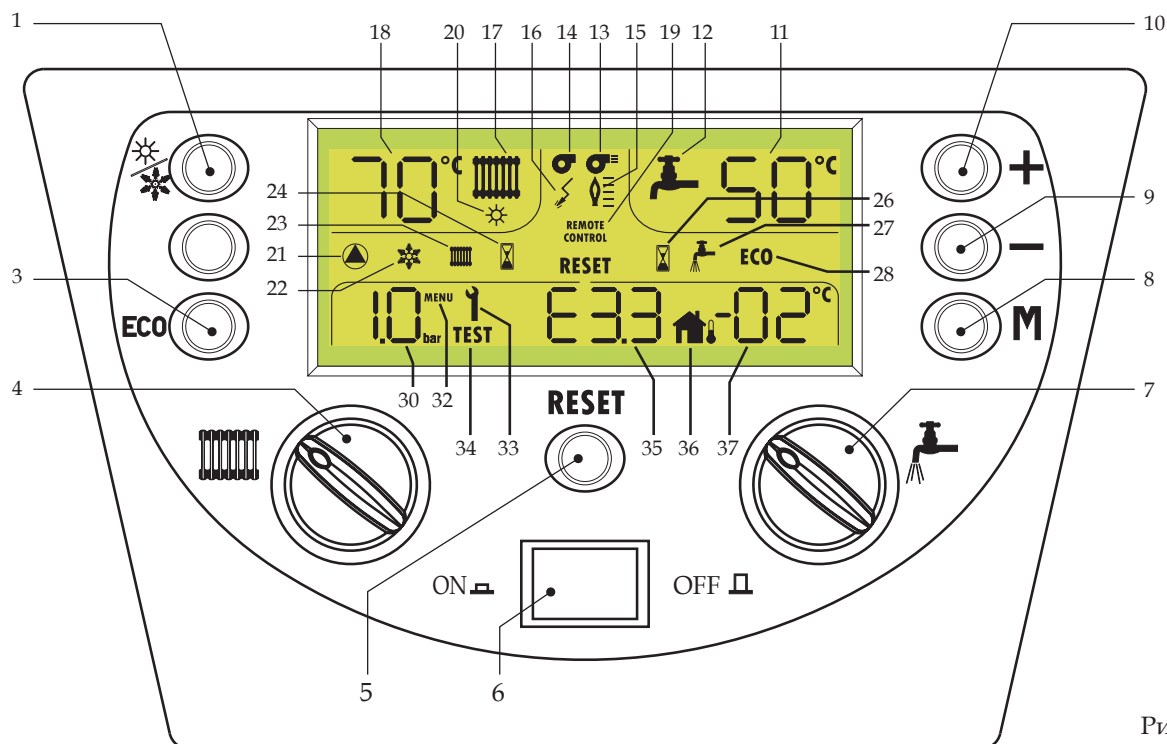

Рис. 1
В комфортном режиме котел греет воду до температуры, заданной ручкой 7, в экономичном режиме нагрев накопительного бойлера исключается, и котел работает только на нужды отопления. Для включения/отключения режима COMFORT достаточно нажать клавишу 3 (ECO - 3 рис. 1). Когда включен режим Комфорт, надпись ECO исчезает с дисплея.
Клавиша ПЕРЕЗАПУСК служит для возобновления работы котла в случае его блокировки. Для перезапуска котла нажать клавишу 5 (ПЕРЕЗАПУСК (RESET) - рис. 1).
- Нажать клавишу ВКЛ/ВЫКЛ (ON/OFF) (см. рис. 1)
Нажать клавишу ВКЛ/ВЫКЛ (ON/OFF) (см. рис. 1)
Для выбора одного из двух режимов достаточно нажать клавишу 1  (рис. 1).